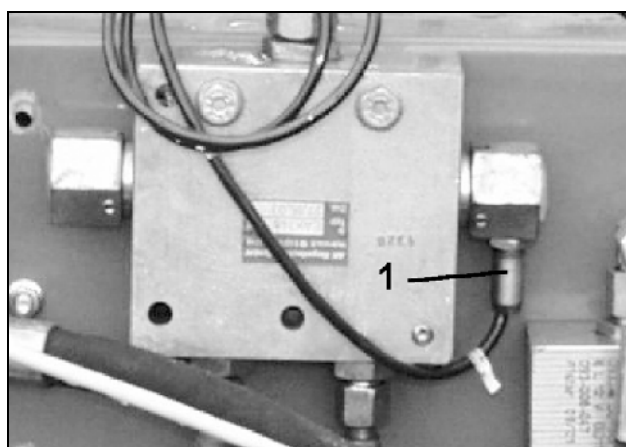

Рис. 63
- с маркерами от датчиков (Рис. 63/1) при смене маркеров;